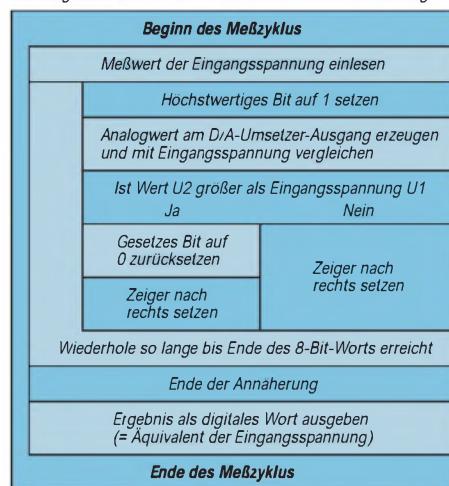

Bild 5: Struktogramm für den Ablauf eines Meß- bzw. Umsetz-Zyklus beim Verfahren der sukzessiven Approximation
Bild 5: Anwendungsschaltung für den LM 4860 ohne Auskoppelkondensator mit 26 dB Verstärkung. Die Dimensionierung von C_B ist konstruktionsbedingt; Richtwert 100 nF.
Wie das im einzelnen abläuft, erklärt das Struktogramm im Bild 5: Zunächst wird der Spannungswert von U_1 eingelesen und im nächsten Schritt das MSB im Datenwort auf 1 gesetzt, der zugehörige Wert U_2 mit dem D/A-Umsetzer erzeugt und am Vergleichs ermittelte, ob U_2 größer ist als U_1 . Lautet die Antwort „Ja“, nimmt die Logik den Wert vom MSB auf 0 zurück, setzt einen Zeiger auf das nächste Bit und wiederholt den Vorgang.
■ Taste ET-TEXT (Bild 5)